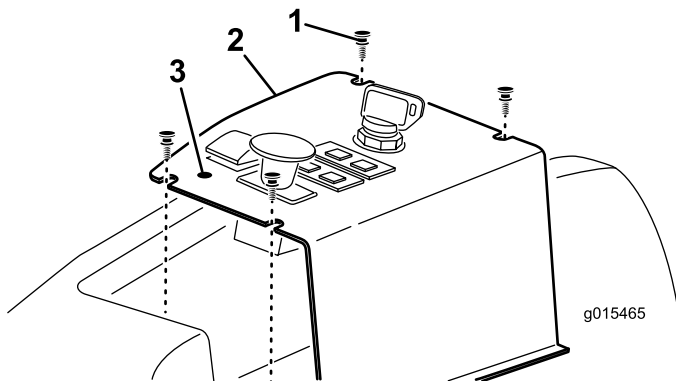

Figura 13
1. Individuate con attenzione e punzionate l'adesivo del pannello di controllo, davanti all'interruttore di sollevamento, per esporre il foro di montaggio della leva di blocco del sollevamento (Figura 13).
2. Rimuovete le 4 viti che fissano il pannello di controllo alla macchina (Figura 13).